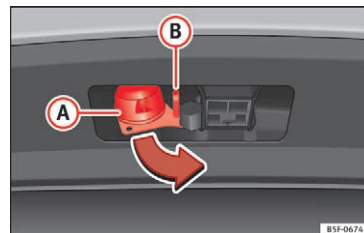

Fig. 237 Drejning af 13-polet stikdåse
- Hold den 13-polede stikdåse i området **(A)**, og træk den ud i pilens retning »» **Fig. 237**.
- Hold den 13-polede stikdåse i området **(A)**, og sæt den i modsat pilens retning »» **Fig. 237**.
Sikkerhedsøjet **(B)** »» **Fig. 237** bruges til at hægte anhængerens kabel fast på.